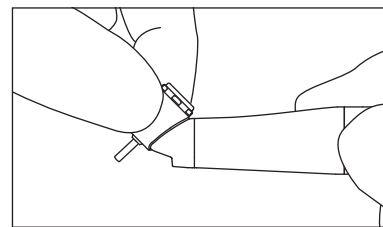

図5
- ハンドピース停止後、ヘッド部に異常な発熱がないことを直接手で触って確認してください(図5)。